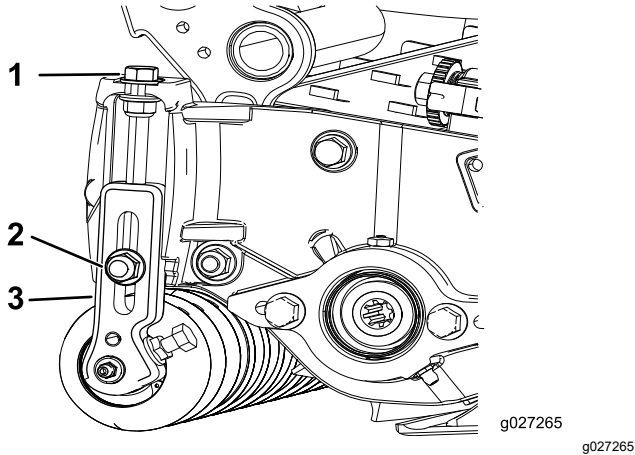

Figure 15
1. Desserrez les contre-écrous qui fixent les supports de hauteur de coupe aux plaques latérales de l'unité de coupe (Figure 15).